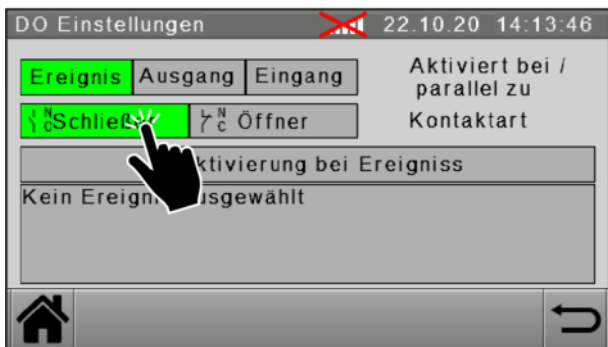

Abb. 76: DO Einstellungen - Ereignis / Kontaktart
3. Kontaktart des Ausganges wählen (siehe Abbildung 76).